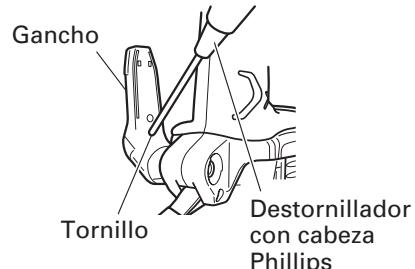

Fig. 12
- (1) Afloje el tornillo de gancho con un destornillador tipo Phillips (Núm. 1). (Fig. 12)